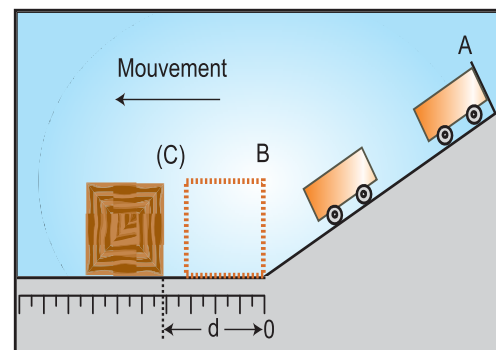

Fig .15
Reprenons l'expérience précédente en utilisant le même chariot de masse m qui vient, après une descente AB, percuter un bloc de bois (C) qui repose sur le plan horizontal (Fig.15) ; on s'arrange pour avoir un frottement important entre le bloc de bois et son support. Une règle graduée en millimètres permet de repérer les déplacements d du bloc en bois.